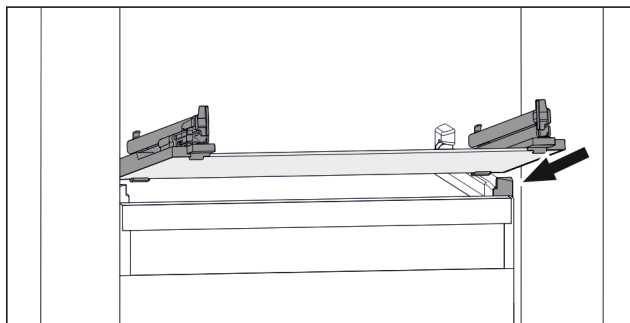

Fig. 134 Vejledende visning af glaspladen
- ▶ Sæt glaspladen skråt bag stoppene. (se Fig. 134)